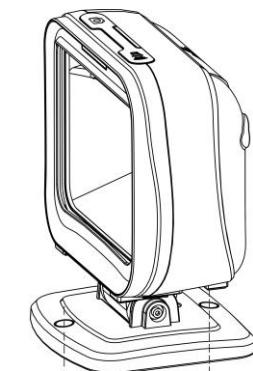

图 2-4
- 4、如图 2-4 所示，如需将底座固定在桌面等平台上，可用螺丝刀将两塑胶塞（图中①处）从底部捅出，然后用合适的螺丝穿过预留的螺孔进行固定。